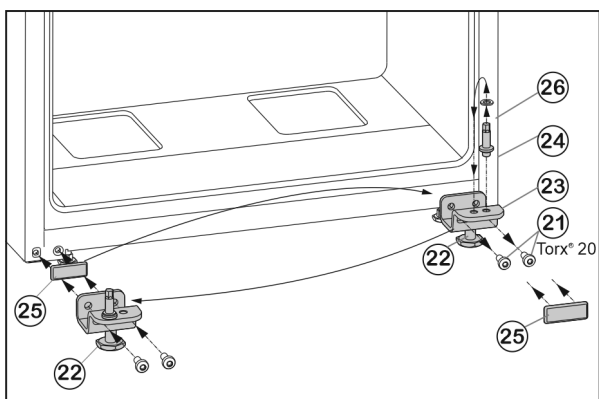

Fig. 7
- ▶ Tekerje le a rögzítőcsavarokat Fig. 7 (21).
- ▶ Vegye le a teljes alsó csapágybakot Fig. 7 (23) a csapszeggel Fig. 7 (24), az alátéttel Fig. 7 (26) és a beállító lábbal Fig. 7 (22).
- ▶ Csavarozza le a teljes csapágybakot Fig. 7 (24) az alátéttel Fig. 7 (26), helyezze át a csapágybak túloldali felvevő furatába, és csavarozza vissza.
- ▶ Óvatosan vegye le a fedőlemezt Fig. 7 (25), és helyezze át az ellenkező oldalra.
- ▶ A teljes alsó csapágybakot Fig. 7 (23) a csapszeggel Fig. 7 (24), az alátéttel Fig. 7 (26) és a beállító lábbal Fig. 7 (22) a csuklópánt új oldalán **erősen (4 Nm-es nyomatékkal)** csavarozza vissza, adott esetben egy akkus csavarhúzó használatával.
- ▶ Az alsó ajtót felülről helyezze a csapszegre Fig. 7 (24).
- ▶ A középső csapágybakot (13) 180°-kal elfordítva csavarozza be az alsó ajtóba rögzítőcsavarokkal (11) (2 db Torx® 25) **erősen (4 Nm-es nyomatékkal)** az új csuklópánt oldalára.
- ▶ Helyezze vissza a műanyag alátéteket (10).
- ▶ Tekerje ki az állítólábat Fig. 7 (22) az alsó csapágybakból Fig. 7 (23), míg hozzá nem ér a talajhoz.